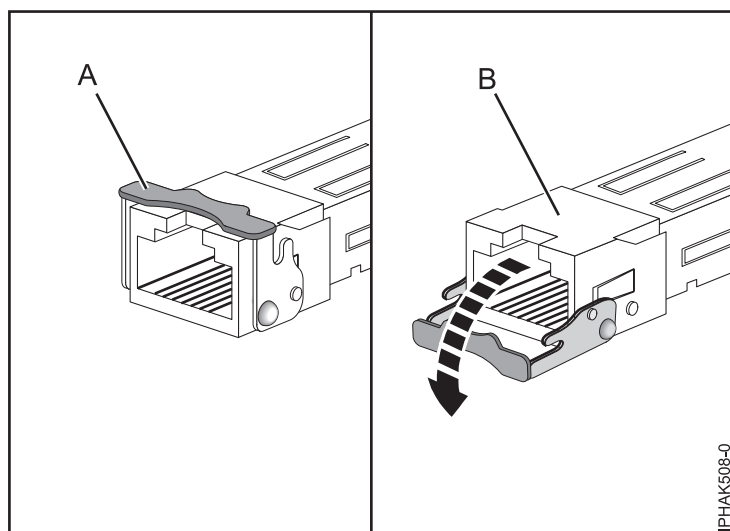

Figure 32. Retrait d'émetteurs-récepteurs SFP de cartes
Remarque : Certaines unités FRU de carte Ethernet ou Fibre Channel nécessitent le retrait (le cas échéant) des émetteurs-récepteurs SFP (compacts et enfichables) pour permettre de retirer la contre-poupée. Placez la carte à plat sur une surface antistatique, ouvrez le loquet (A) en le faisant pivoter vers le bas et en l'écartant de la carte, comme illustré à la figure 32, à la page 41. Faites ensuite glisser l'émetteur-récepteur (B) pour le sortir de la carte. Répétez l'opération pour l'autre émetteur-récepteur.